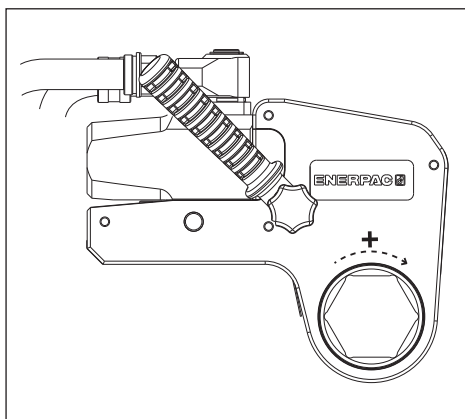

Fig. 7
4.3.1 Apretar una tuerca o un perno (Fig. 7 y 8)
- Coloque el pie de reacción (17) contra un punto de reacción adecuado (18). El punto de reacción contrarrestará la fuerza producida por la herramienta en funcionamiento.